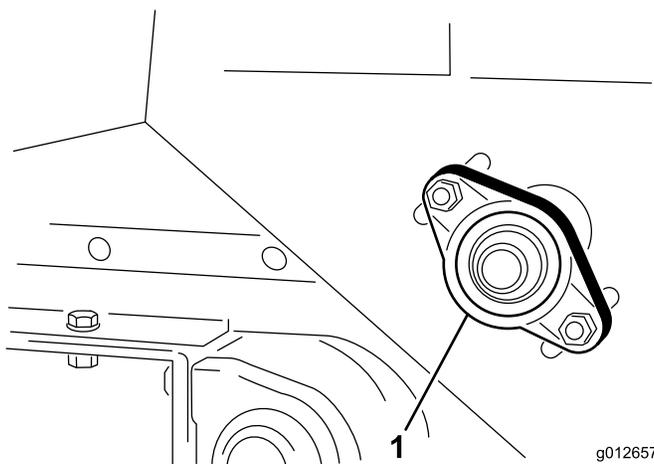

Рисунок 29
1. Ослабьте гайку крепления корпуса подшипника (Рисунок 29) на правой стороне машины.